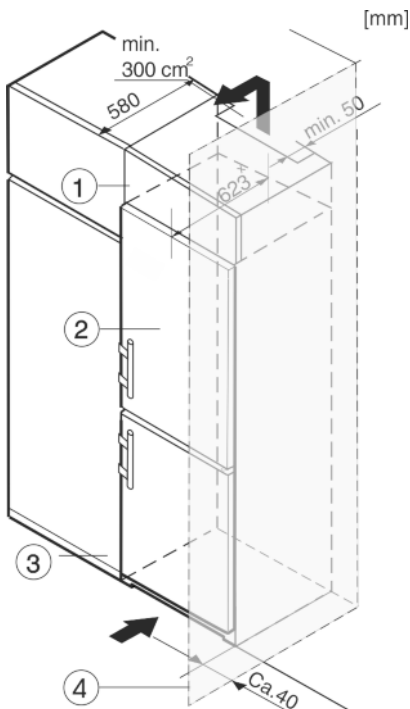

Fig. 12
- (1) Nástavbová skříň (3) Kuchyňská skříň
(2) Příklad (4) Stěna
Zařízení lze zabudovat do vybavení kuchyně. K vyrovnání přístroje Fig. 12 (2) na výšku kuchyňské linky lze na přístroj nasadit odpovídající nástavec Fig. 12 (1).
Při montáži do kuchyňských skříní lze přístroj instalovat hned vedle kuchyňské skříně Fig. 12 (3). Aby bylo možné otevřít dvířka, musí spotřebič vystupovat minimálně o 65 mm* vůči přední části kuchyňských linek. V závislosti na hloubce kuchyňských linek a použití vymezení odstupů od stěny může spotřebič dále vyčnívat.
Když se přístroj instaluje závěsy vedle stěny Fig. 12 (4), musí být vzdálenost přístroje od stěny alespoň 40 mm. To odpovídá přesahu madla při otevřených dveřích.